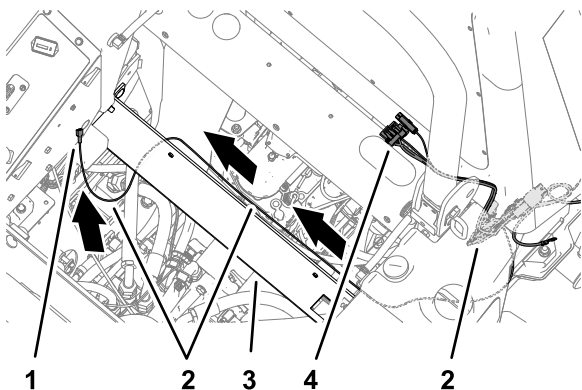

Figura 8
2. Disponete la diramazione del cablaggio di alimentazione con il connettore del terminale ad alette lungo il canale trasversale e verso il pannello di accesso per la copertura del quadro di comando (Figura 8).